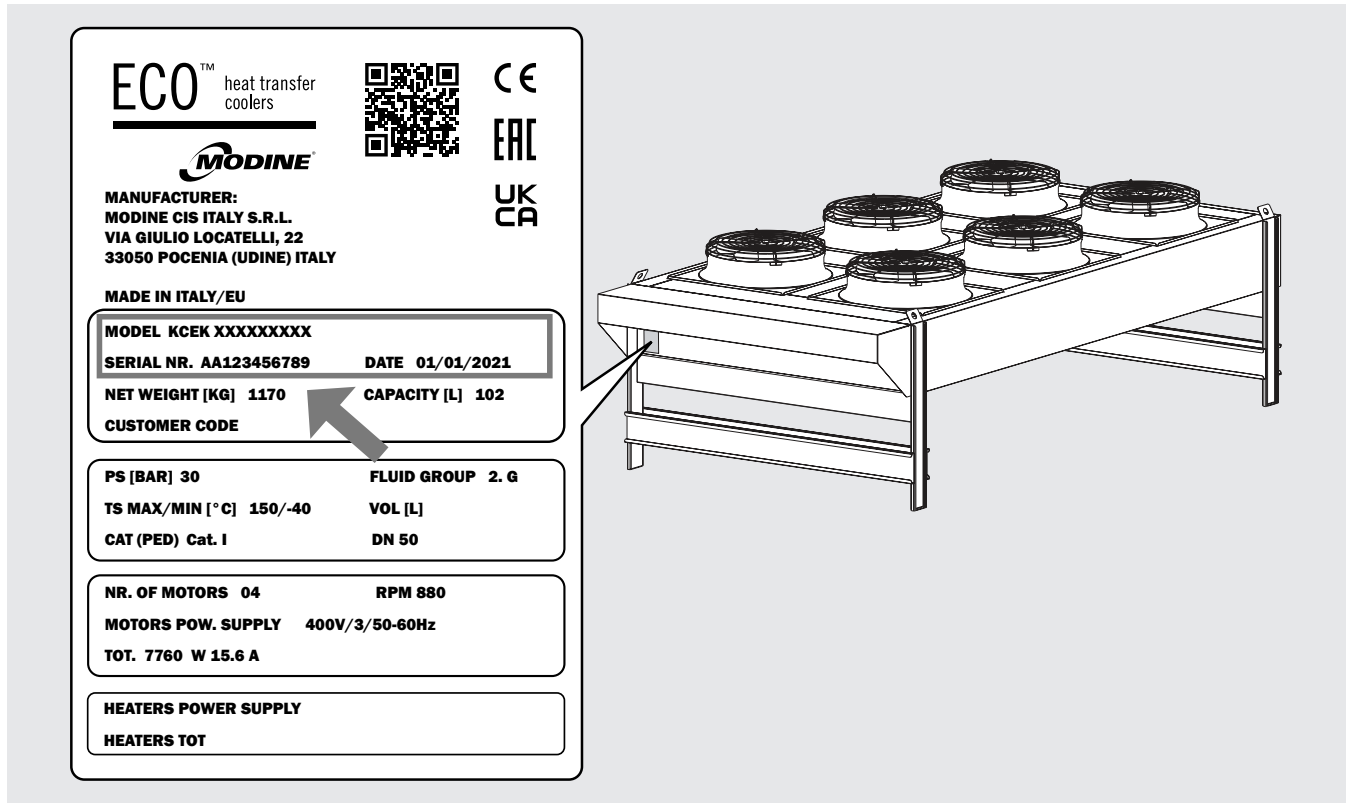

Figura 1
3.1 Per qualsiasi comunicazione, richiesta di assistenza o ricambi, fornire il nome del modello e il numero di serie riportati sulla targhetta dati. Vedi Figura 1.